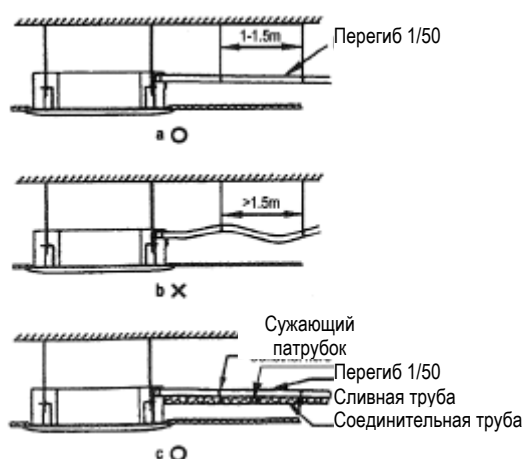

Рис. 16
- Старайтесь избегать раздувания трубы или отложения воды. (См. рис. 16.a).
- Не тяните сильно за сливную трубу во время ее подсоединения, так как вы можете сдвинуть фанкойл с места. Точки-опоры должны быть установлены каждые 1-1,5 м для того, чтобы предотвратить деформацию сливной трубы. (См. рис. 16.b) Кроме того, для того чтобы зафиксировать сливную трубу вы можете прикрепить ее с соединительным патрубком. (См. рис. 16.c)